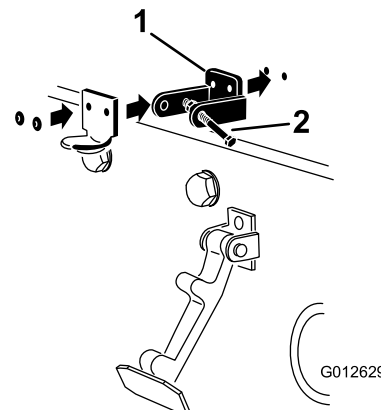

図 6
4. CEロックブラケットとフードラッチブラケットの穴を整列させてフードにセットする 図 6。
6. ブラケットとワッシャをフードにリベットで固定する 図 6。